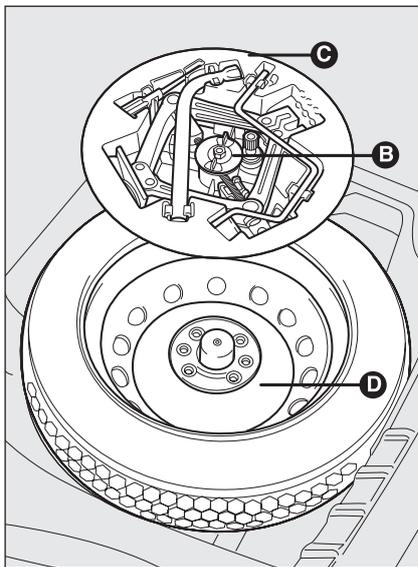

fig. 3
- dévisser le dispositif de blocage **B-fig. 3**;